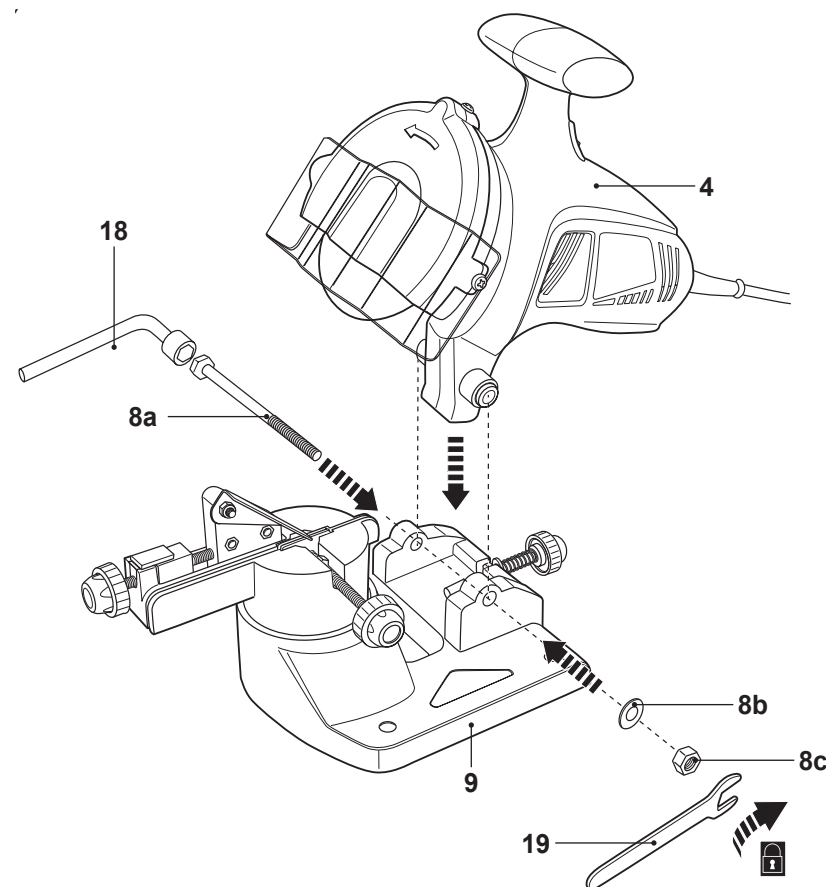

Fig. 1
- > Coloque a caixa do motor (4) na placa de base (9) de modo a que os orifícios de montagem fiquem alinhados (Fig. 1).
- > Introduza o parafuso (8a) totalmente nos orifícios de montagem. Se necessário, ajuste o parafuso de batente de profundidade (7).
- > Aperte a ligação com a chave de caixa (18) e a chave de bocas (19).